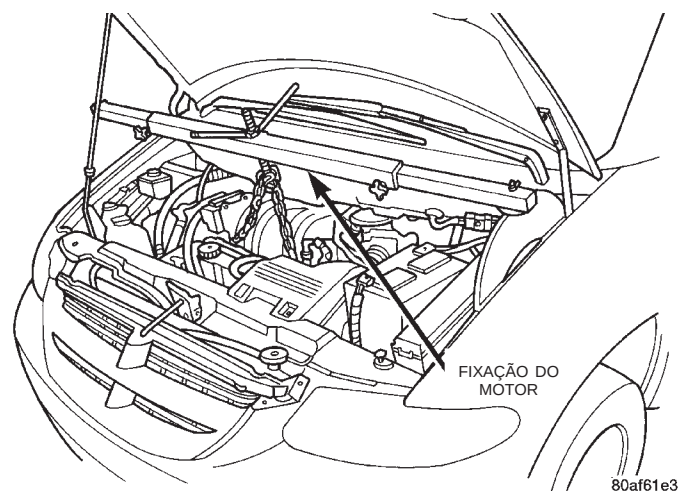

Fig. 39 Fixação do Suporte do Motor
(8) Desconecte o conector elétrico do sensor do alcance de transmissão.
(9) Remova os parafusos superiores da carcaça em forma de sino superior.
(10) Remova o parafuso de montagem do tubo do aquecedor.
(11) Remova a fiação do sensor de velocidade do veículo no sensor.
(12) Remova um parafuso de montagem do motor traseiro da parte superior.
(13) Remova o parafuso de proteção de montagem do motor traseiro.
(14) Instale o suporte de fixação do motor e apóie o motor (Fig. 39).